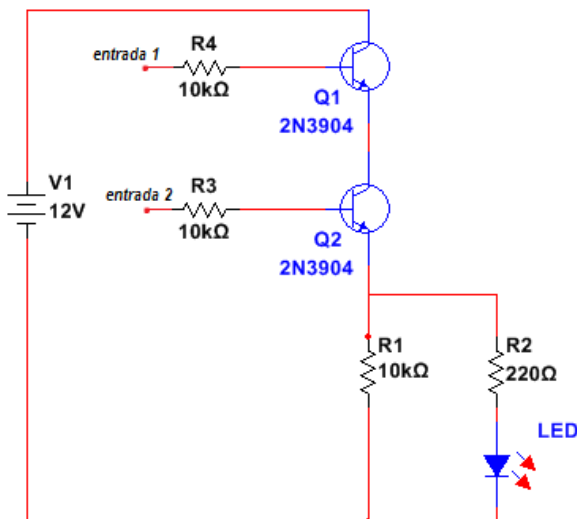

Figura 4. Compuerta AND con transistores
- En su Protoboard arme el circuito de la Figura 4.
- A cada una de las entradas del circuito de la Figura 4, ingrese los 5V o 0V de acuerdo a lo explicado por el encargado.